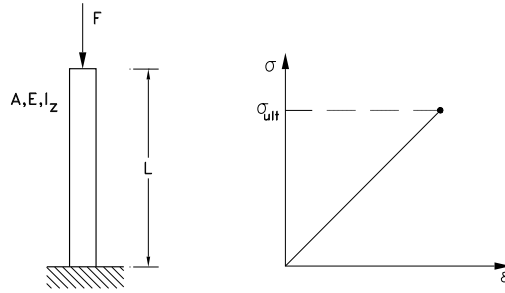

Figura 8: Questão 4.
**QUESTÃO 4 (Valor 2,0):** Para a coluna de seção retangular  $b \times h$  mostrada abaixo calcule a carga crítica de flambagem. Sabendo-se que o material da coluna tem um comportamento frágil e analisando a curva tensão/deformação da Figura 8, determine o comprimento abaixo do qual não haverá falha por flambagem, mas sim por fratura. Dados:  $b = 5cm$ ;  $h = 10cm$ ;  $L = 2m$ ;  $E = 20 \times 10^6 N/cm^2$ ;  $\sigma_{ult} = 250MPa$ .